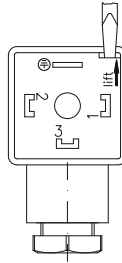

Fig. 8
- ↪ Ouvrir l'intérieur ⑧ de la boîte de raccordement ② avec un tournevis ou un outil similaire (⇒ Fig. 8).